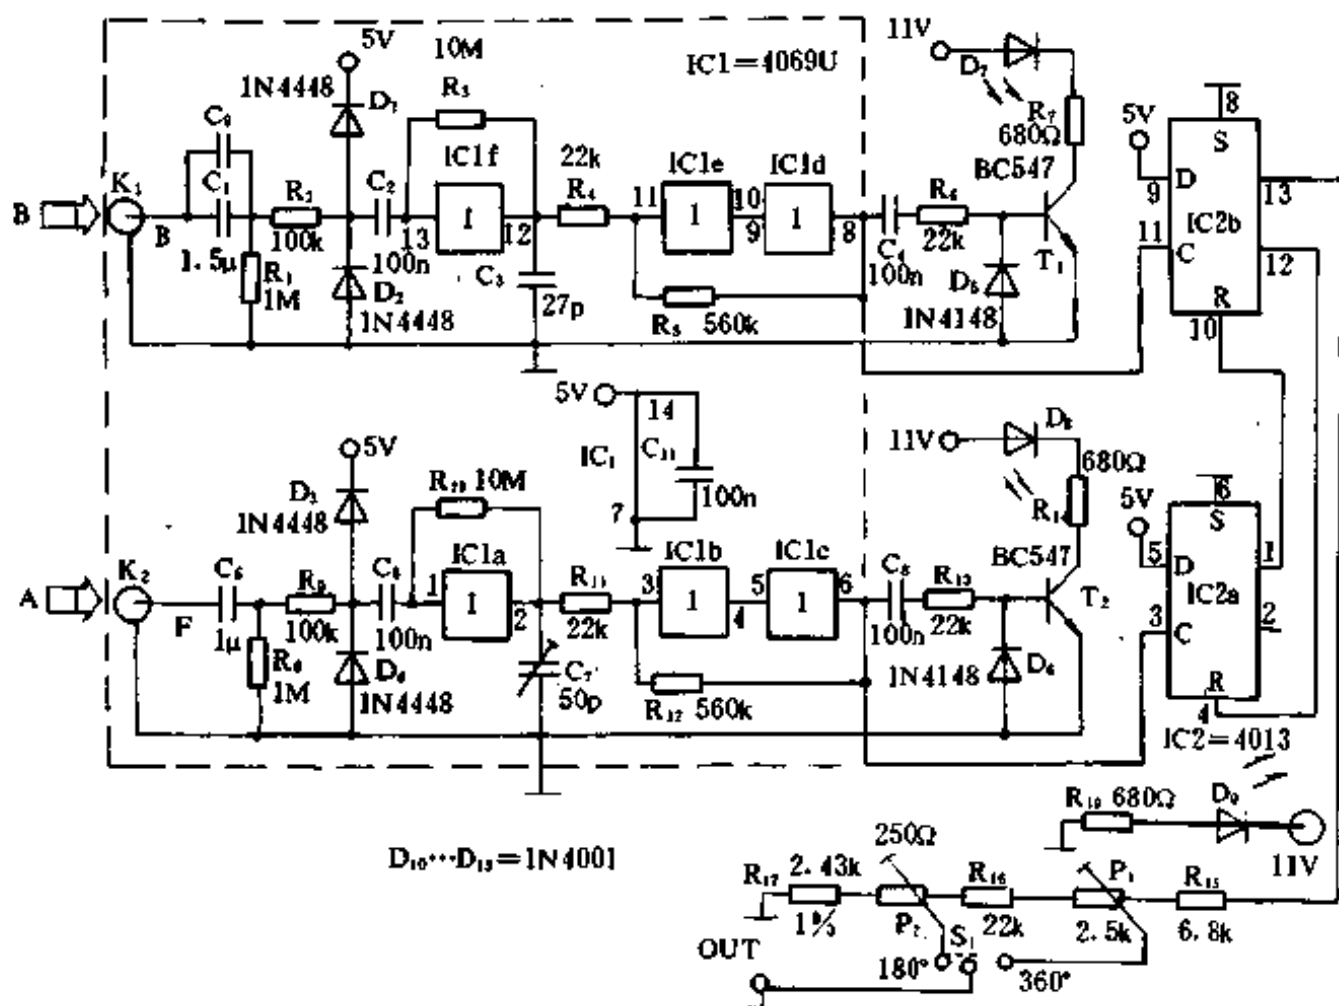

图 1-9
电路如图 1-9 所示,图中的 IC1 为 A、B 两输入通道的放大和整形电路,整形后的信号分别送 IC2a、IC2b 进行相位比较,同时通过 T1、T2 使发光二极管 D7、D8 指示,经比较后的信号由 IC2b 的⑬脚输出,再经 R15、R16、R17、P1 和 P2 分压后供数字万用表测试。图 1-9 中 S1 为量程选择开关。